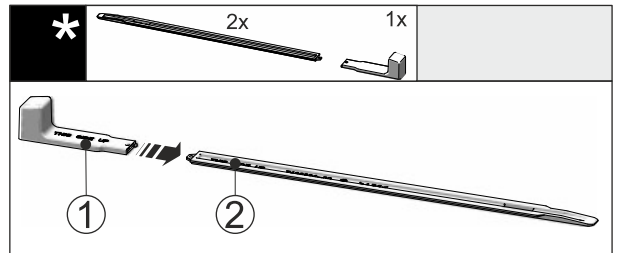

Fig. 97
▶ Montagegriff Fig. 97 (1) an die Nivellierschiene Fig. 97 (2) stecken.